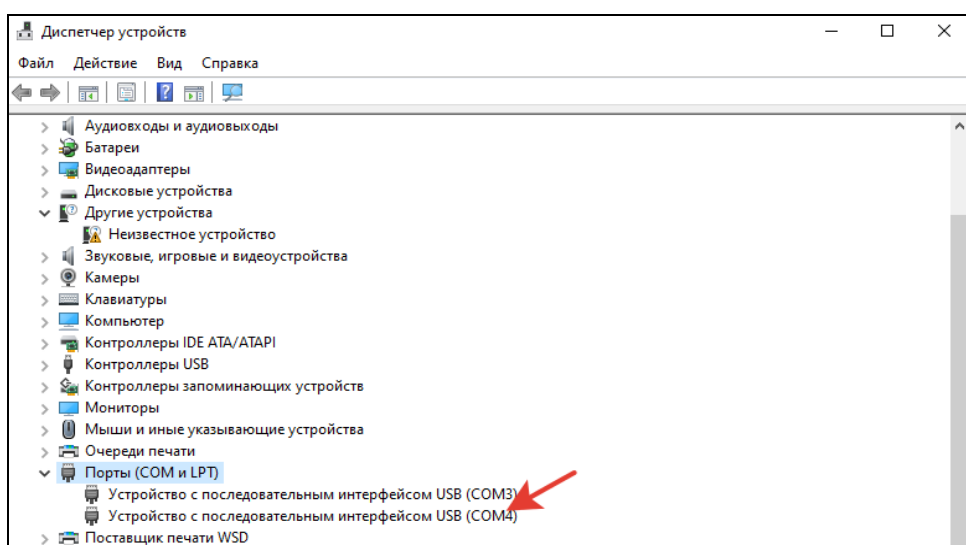

Рис. 1. Скриншот окна диспетчера устройств ОС Windows
После установки драйвера в диспетчере устройств Windows подключенный АИУ(02) определится в виде виртуального COM-порта (см. рисунок 1), а АИУ(01) - двумя виртуальными COM-портами: младший для работы в качестве преобразователя, старший - для работы со считывателями электронных ключей (при конфигурировании приборов не используется).